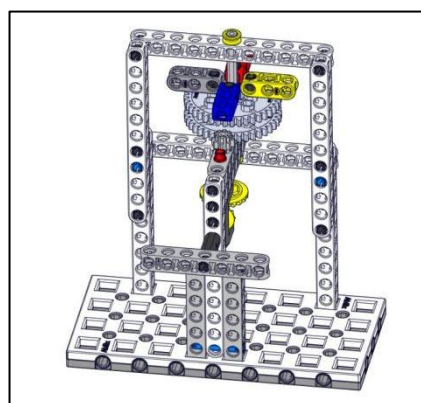

图 4-5-2 完成状态
4.5.2 机器人必须完成通过“扫描二维码”任务得到的信息转动转柄使颜色信息对齐指针有重合并指针对齐的颜色信息和“扫描二维码”任务得到的信息一致为完成状态得 50 分，如图 4-5-2 所示。